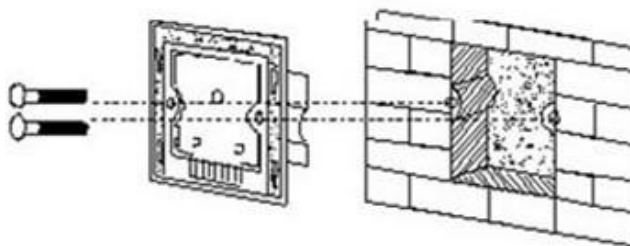

图 3
① “L” 接线柱——连接 120V 电源的火线；
② “N” 接线柱——连接 120V 电源的零线；
③ “L1” 接线柱——连接受控灯具的灯线。
4) 安装开关底座，如图 3 所示，接好线后将触摸开关装在墙上暗盒内，再打上螺丝，使之固定在墙面，将底座装到墙上，再把触摸面板盖好并压紧。